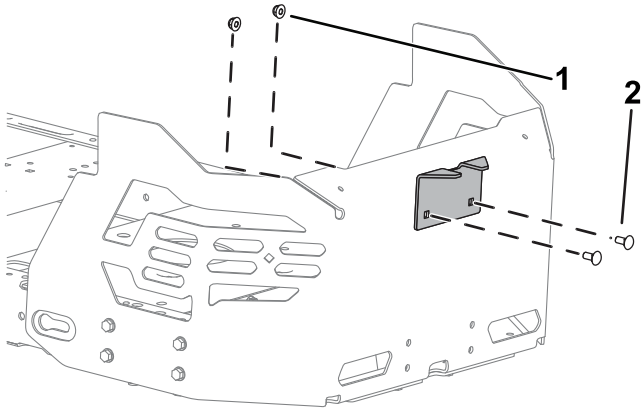

Figura 14
2. Montate la staffa di stabilizzazione sulla protezione del motore utilizzando 2 bulloni a testa tonda (5/16" x 3/4") e 2 dadi di bloccaggio (5/16") come illustrato nella Figura 14.